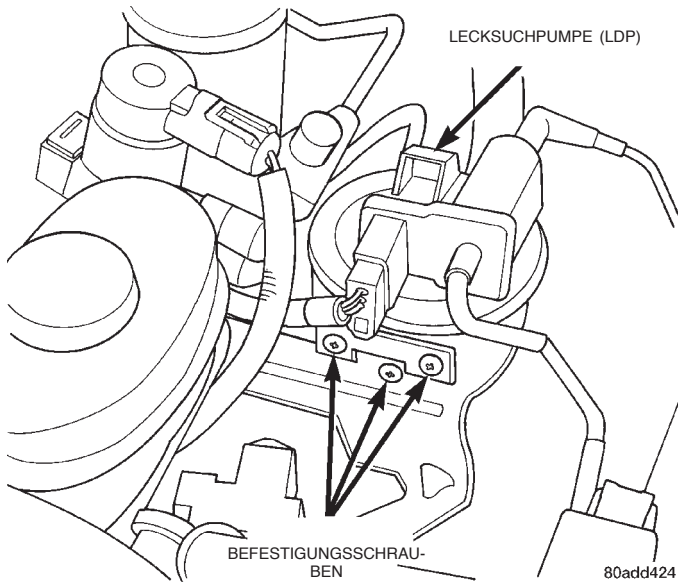

Abb. 10 Befestigungsschrauben/Lecksuchpumpe (LDP)
- (1) Die Kraftstoffdampf-Absaugleitungen und Unterdruckleitungen vorsichtig von der Lecksuchpumpe abziehen.
- (2) Den Steckverbinder von der Lecksuchpumpe abziehen.
- (3) Die Befestigungsschraube des Filters der Lecksuchpumpe herausdrehen.
- (4) Die drei Befestigungsschrauben der Lecksuchpumpe herausdrehen (Abb. 10) und dann die Lecksuchpumpe aus dem Fahrzeug herausnehmen.
- (5) Vorsichtig den Schlauch an der Unterseite des Filters der Lecksuchpumpe abziehen.